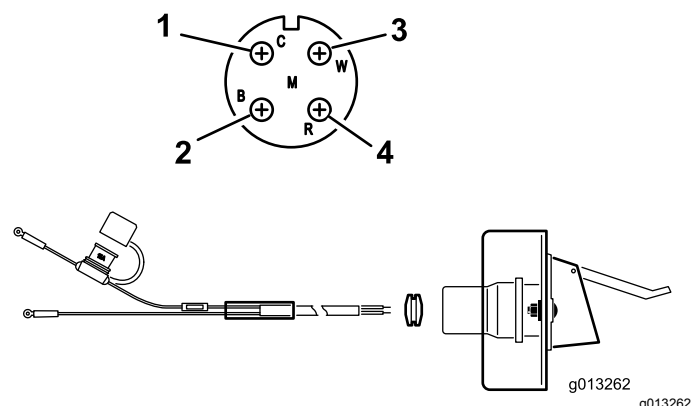

Figure 9
2. Acheminez et fixez le câblage entre la batterie et le support de la prise électrique (Figure 9).
3. Passez le câblage dans le support de la prise et enfitez le passe-câble en caoutchouc noir sur le câblage (Figure 9).